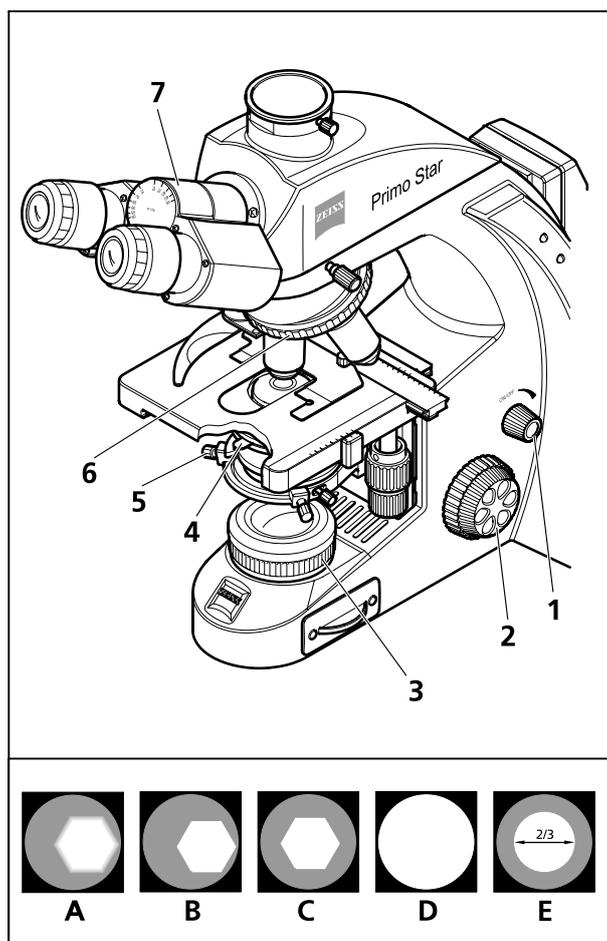

图8 设置透射光明场
- 用物镜转换器上的凸边环(图 8/6)将 10X物镜转进光路。
- 先注视双目镜筒(图 8/7) 的一只目镜，通过聚焦驱动装置(图 8/2)对样品聚焦。
- 关闭视场光阑(图 8/3)直到视场(即使不清晰)是可见的(图 8/A)。
- 使用聚光镜高度调节钮(图 4/15)调节聚光镜，直到视场光阑边缘充分清晰显现(图 8/B)。
- 使用聚光镜的调中螺丝(图 8/5)调中视场光阑(图 8/C)，然后逐渐打开直到光阑边缘正好从视场(图 8/D)内消失。
- 对孔径光阑的设置(反差)，先从目镜筒中取下一个目镜，然后徒眼通过目镜筒观察。使用调节杆(图 8/4)将孔径光阑设置到物镜出射光瞳直径的约 2/3 到 4/5 处(图 8/E)。在绝大多数使用领域中，这样设置孔径光阑能够在几乎最理想的分辨率的前提下产生最佳的反差，因此，也就最适合人眼观察。